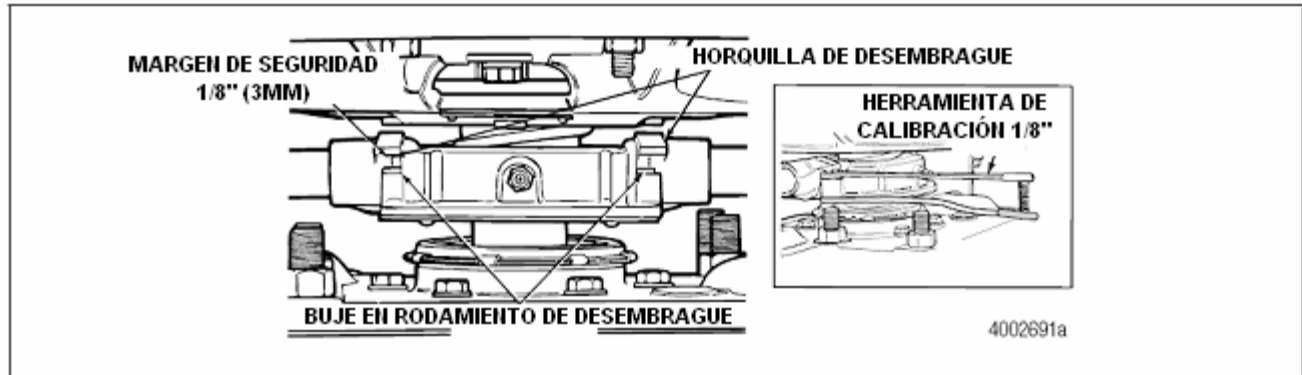

Figura 3.11
3. **Margen de Seguridad de la Horquilla de Desembrague.** Verifique que haya una distancia de 0.105-0.145 pulg (2.67-3.68mm) entre la horquilla y el buje del rodamiento de desembrague. Si la distancia no es de 1/8 pulgada (3mm), ajuste el varillaje. Figura 3.11.